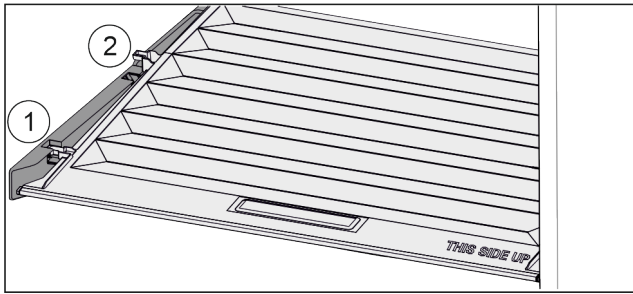

Fig. 56
- ▶ Deksel tot de opening in de vasthouddelen naar voren trekken Fig. 56 (1).
- ▶ Aan de achterkant vanaf de onderkant omhoog tillen en vanaf de bovenkant verwijderen Fig. 56 (2).